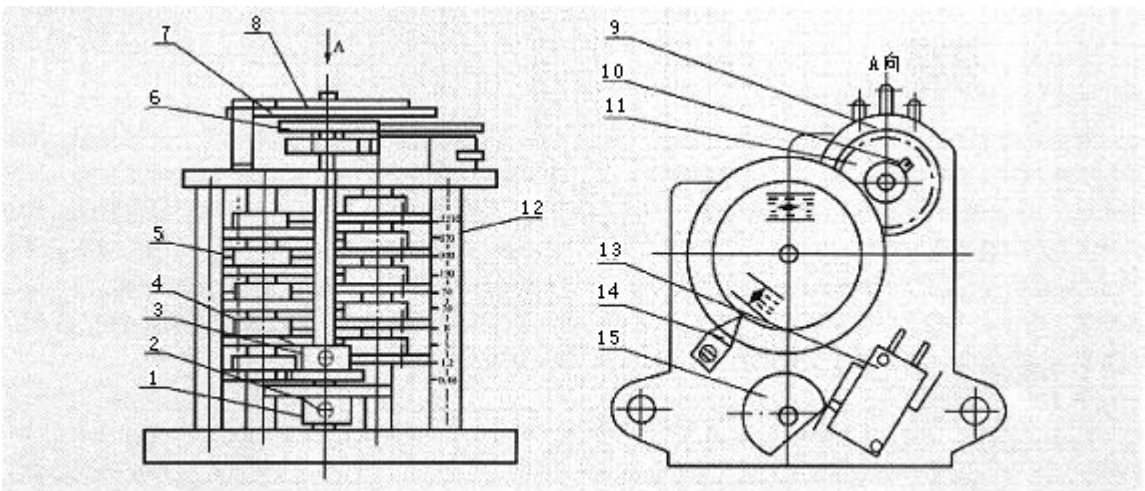

图7 机械式开度指示器
5. 5 开度指示器：为全系列通用部件，其结构见图7。输入齿轮由计数器个位齿轮带动，经减速后，指示盘随阀门的开关过程同时转动，以指示阀门的开启或关闭。电位器的动片和指示盘同步转动，供远传开度指示用，移动转圈数调整齿轮可以改变转圈数。开度指示器内设一微动开关和凸轮，当电动装置运转时，旋转凸轮周期性地使微动开关动作，其频率为输出轴转动一圈动作一次或二次，可供闪光信号等使用。